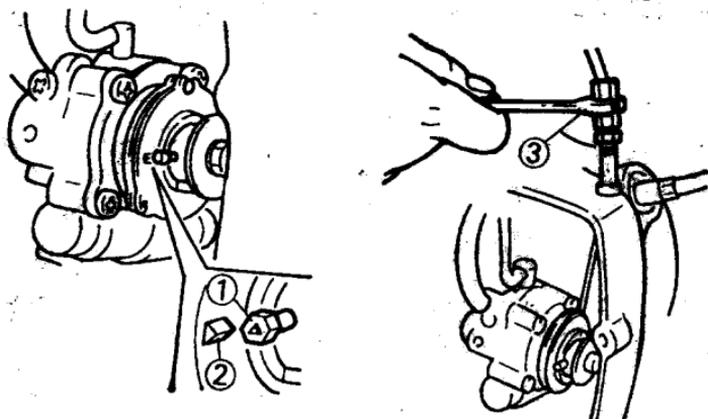

图 1-12
一是油泵钢索的调整。在调整油泵钢索以前，应先调整油门钢索的自由间隙，方法如前所述。然后打开曲轴箱的左侧小盖，将油门转把转到底，也即使节气门全开（有的车，如A100、DX100，使节气门到1/2开度即可），检查机油泵上的标记①和②是否对准，如图1-12所示；如果①和②没有对准，则需调整螺套③使其对准。调整后，转动几下油门，再检查油门转到底时①和②是否仍然对准，不然，则需继续调整，直至重复对准为止。